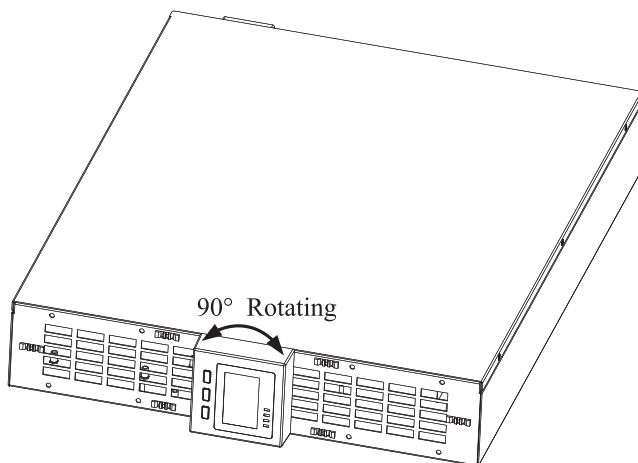

Рис. 10
- Аккуратно потяните дисплей на себя и поверните его на 90 градусов по часовой стрелке для ИБП работающих в режиме 1:1 и против часовой стрелке для ИБП работающих в режиме 3:1 (рисунок 10).